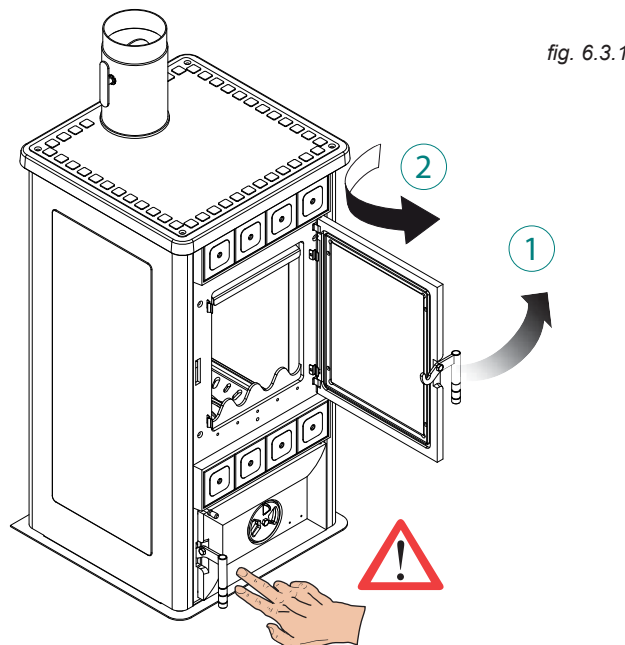

fig. 6.3.1
- Öffne die Feuerschutztür (Abb. 6.3.1).